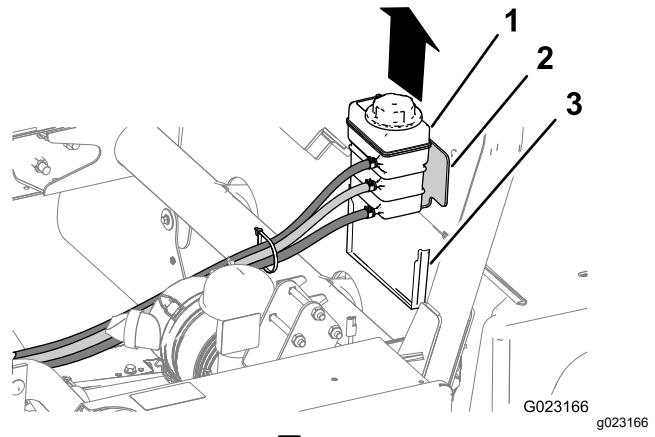

図9
- 冷却液タンクを持ち上げて、ROPSシールドのサポートブラケットから取り外す図9。